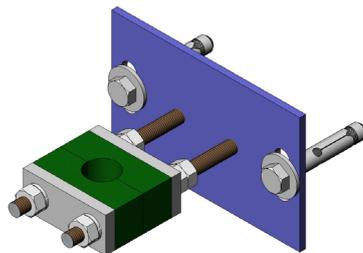

fig. 22
- Se recomienda un soporte-guía de husillo (fig. 22) cada 1,5 m.